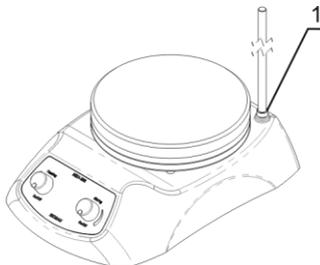

Fig.1 Installation du pied
- Dévissez la vis qui se trouve dans l'emplacement de fixation à l'arrière de l'agitateur (fig.1/1) et conservez-la.